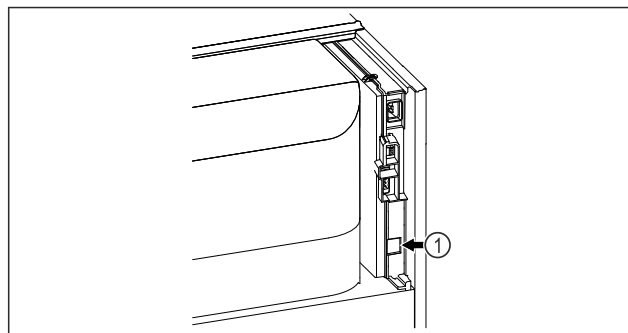

Fig. 61
- A SmartModule Fig. 61 (1) be van helyezve.